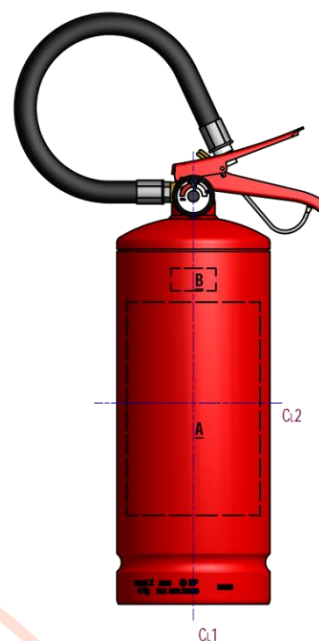

Figura 8 - Posicionamento do Quadro de Instruções
- Imaginariamente, crie uma linha de centro no sentido vertical extintor, tendo como base o indicador de pressão, conforme indicação “**Cl1**” da Figura 8.
- Novamente, crie outra linha de centro imaginária no sentido horizontal do recipiente do extintor, desconsiderando os frisos, conforme indicação “**CL2**” da Figura 8.
- O selo de identificação da conformidade do INMETRO deverá ficar centralizado com a linha de centro vertical (“**CL1**”), logo acima do quadro de instruções, conforme retângulo tracejado com indicação “**B**” da Figura 8.